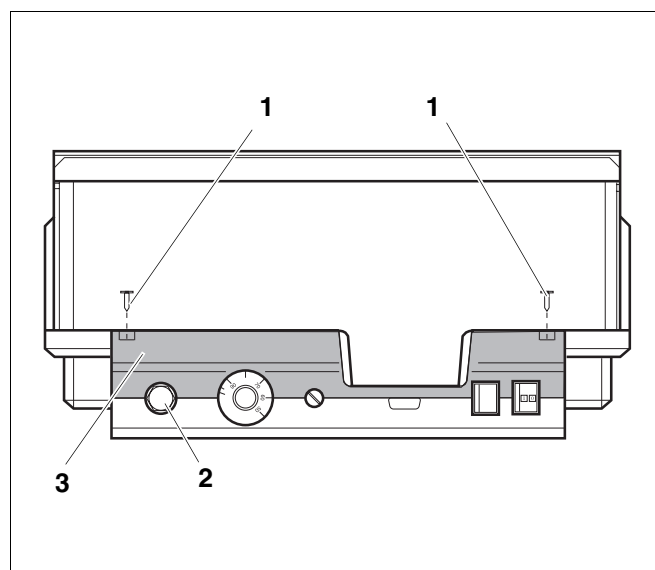

Fig. 2 Regolatore Logamatic 4...
- Per l'impostazione della temperatura richiesta è necessario estrarre il limitatore di sicurezza di temperatura (STB) (fig. 2, **pos. 2**) dalla sua custodia.
- Per poter smontare il limitatore di sicurezza di temperatura, si devono svitare fuori entrambe le viti (fig. 2, **pos. 1**).
- Rimuovere la copertura (fig. 2, **pos. 3**).
- Svitare la calotta di protezione (fig. 2, **pos. 2**) ab.